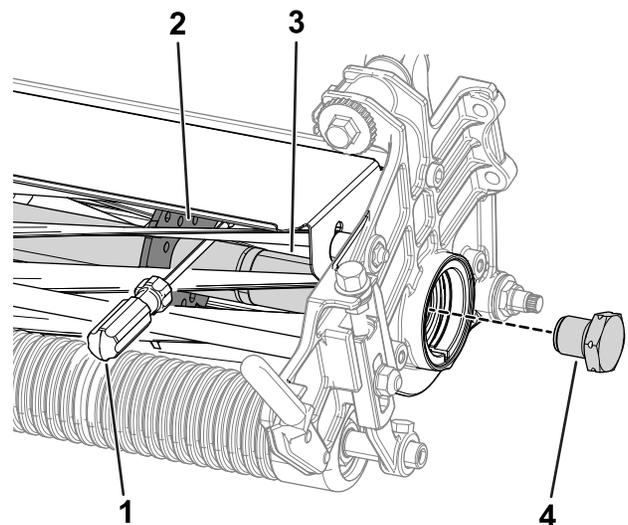

**Figura 27**
2. Insira um pé de cabra de cabo longo (recomendado  $\frac{3}{8}$  x 12 pol. com pega de chave de parafusos) através da parte inferior do cilindro de corte, o mais próximo do lado da unidade de corte que irá apertar (Figura 27).
3. Coloque o pé de cabra contra o lado soldado da placa de suporte do cilindro (Figura 27).